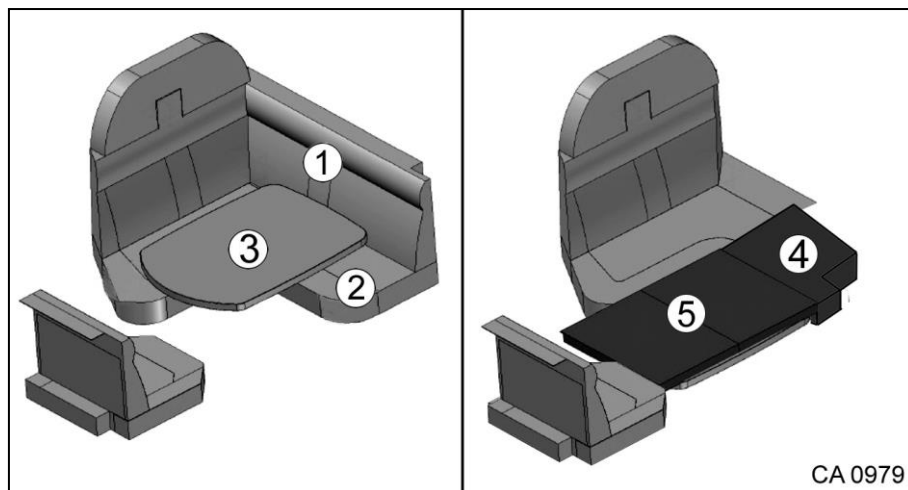

Fig. 71 Transformer les canapés en couchage pour la nuit
1. Enlever le coussin dossier (Fig. 71/1) et le coussin d'assise (Fig. 71/2).
2. Abaisser la table (Fig. 71/3).
3. Mettre en place le premier coussin d'appoint (Fig. 71/4).
4. Mettre en place le deuxième coussin d'appoint (Fig. 71/5).